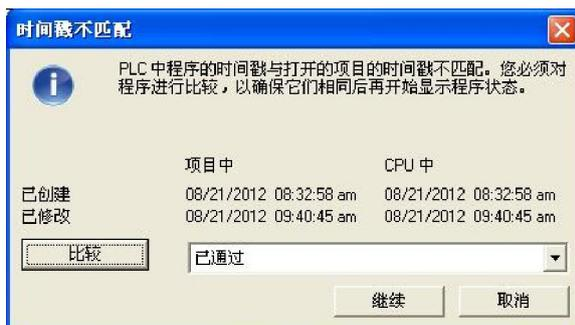

图 2 程序比较对话框
2. 点击“运动控制面板”按钮，会弹出一个对话框，其作用是比较 STEP-7 MicroWIN SMART 当前打开的程序与 CPU 中的程序是否一致（如图 2 所示）。当程序比较通过后点击“继续”按钮（若未通过请重新下载程序块、数据库和系统块至 CPU）。